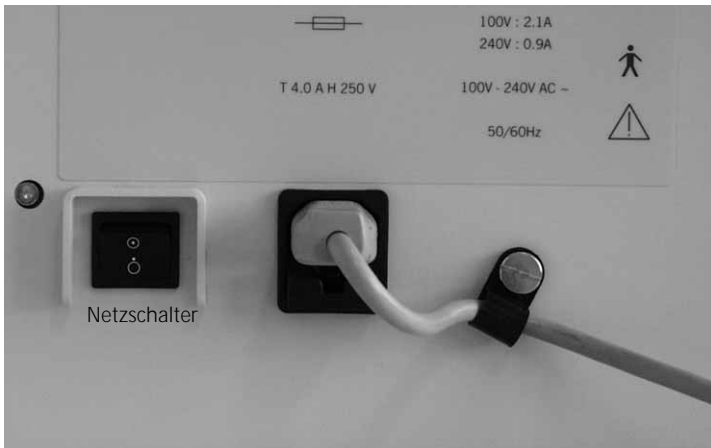

Abbildung 2-14. Netzschalter
1. Schalten Sie das Beatmungsgerät mit dem Netzschalter ein (Abbildung 2-14). Der Alarmton ertönt.